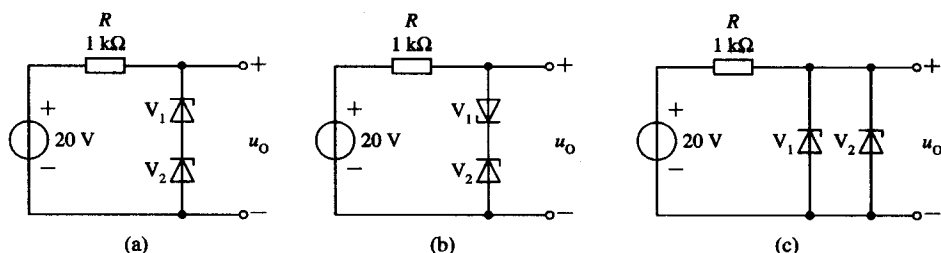

图 1-8
1. 若稳压二极管 V_1 和 V_2 的稳定电压分别为 6 V 和 10 V , 求如图 1-8 所示电路的输出电压 u_o (忽略二极管的正向导通电压)。